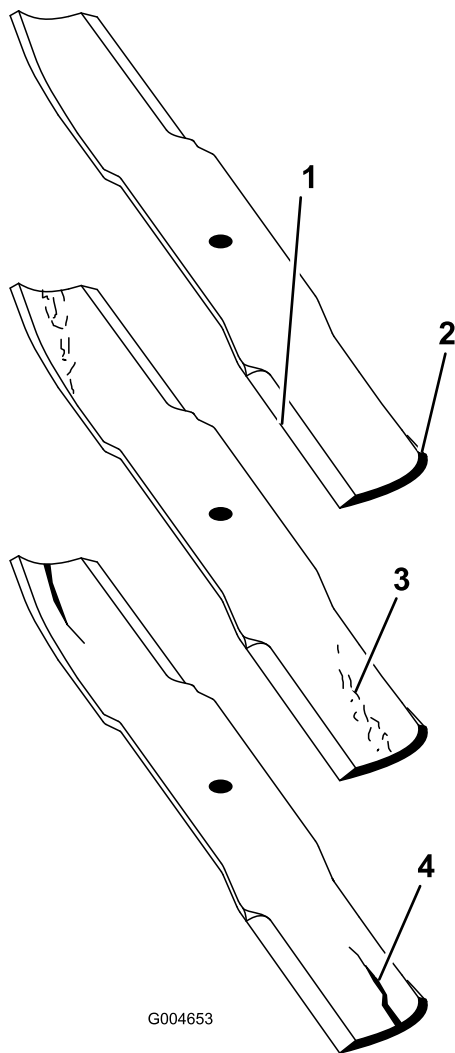

Bild 76
2. Prüfen Sie die Schnittkanten des Messers sorgfältig, insbesondere dort, wo die geraden Flächen die gebogenen berühren (Bild 76).
Hinweis: Da Sand und anderes reibendes Material das Metall abschleifen kann, das die flachen mit den gebogenen Teilen verbindet, müssen Sie das Messer vor jedem Einsatz des Rasenmähers prüfen. Wenn Sie Abnutzungen feststellen (Bild 76), sollten Sie das Messer auswechseln.